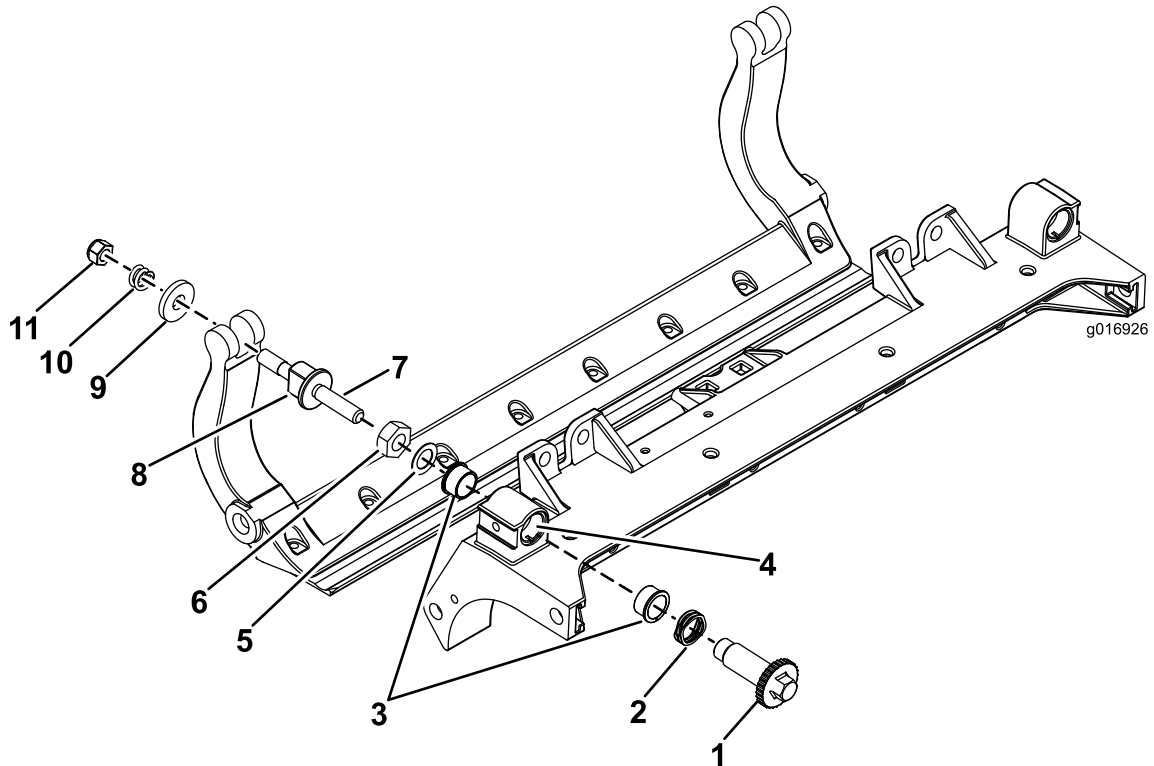

Bild 35
1. Entfernen Sie alle Teile (siehe *Installationsanleitung* für das HD-DPA-Kit und Bild 35).
2. Tragen Sie ein Gleitmittel innen im Büchsenbereich am mittleren Schneideinheitrahmen auf (Bild 35).
3. Fluchten Sie die Keile an den Flanschbüchsen mit den Schlitzen im Rahmen aus und setzen Sie die Büchsen ein (Bild 35).
4. Legen Sie eine Wellenscheibe auf die Einstellerwelle und schieben Sie die Einstellerwelle auf die Flanschbüchsen im Rahmen der Schneideinheit (Bild 35).
5. Befestigen Sie die Einstellerwelle mit einer Flachscheibe und einer Sicherungsmutter (Bild 35).
12. Legen Sie eine Stahlscheibe außen auf jede Nylonscheibe (Bild 35).
Hinweis: Die Scheiben innen können einen Abstand aufweisen (Bild 35).
15. Ziehen Sie die Mutter an jedem Untermesserträger ein, bis die Druckfeder ganz zusammengedrückt ist, lösen Sie die Mutter dann um eine halbe Umdrehung (Bild 35).